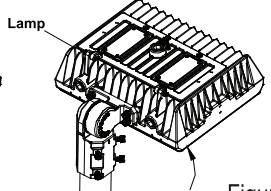

Figure 23
- Notice: 1、 Adjustable angle is 0-90°(Figure 23).